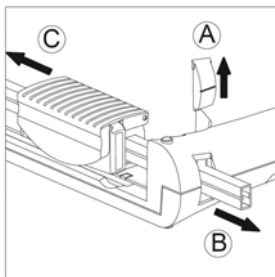

figura 8
- 1 Rimuovere l'estremità terminale dalla piastra di fondo (figura 8, A).
- 2 Rimuovere la guida di posizionamento dalla piastra di fondo (figura 8, B).
- 3 Sostituire la testina di taglio vecchia con un pezzo nuovo (figura 8, C).